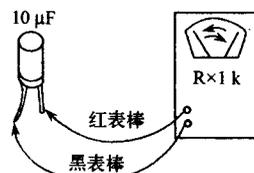

图 1-100 万用表检测电解电容器示意图
① 脱开检测方法。电解电容器主要是检测它的漏电阻大小及充电现象,方法是:采用万用表 $R \times 1 k$ 挡,如图 1-100 所示。检测前,先将电解电容器的两根引脚相碰一下,以便放掉电容器内残余的电荷。当表棒刚接通时,表针向右偏转一个角度,然后表针便缓慢地向左回转,最后表针停下。表针停下所指示的阻值为该电解电容器的漏电阻。此阻值愈大愈好,应十分接近无穷大处。